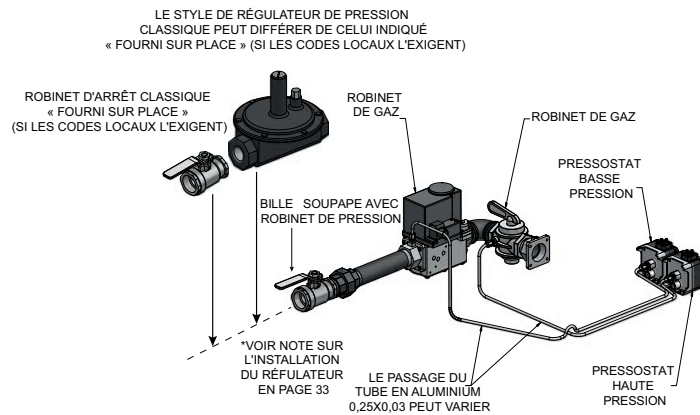

Figure 3-3A Pressostats haute et basse pression de gaz VF 500 - 1000
3. Les Figures 3-3A et 3-3B à la page 30 montrent des raccordements de tuyauterie pour des pressostats haute et basse pression de gaz pour les modèles de série VF respectifs.